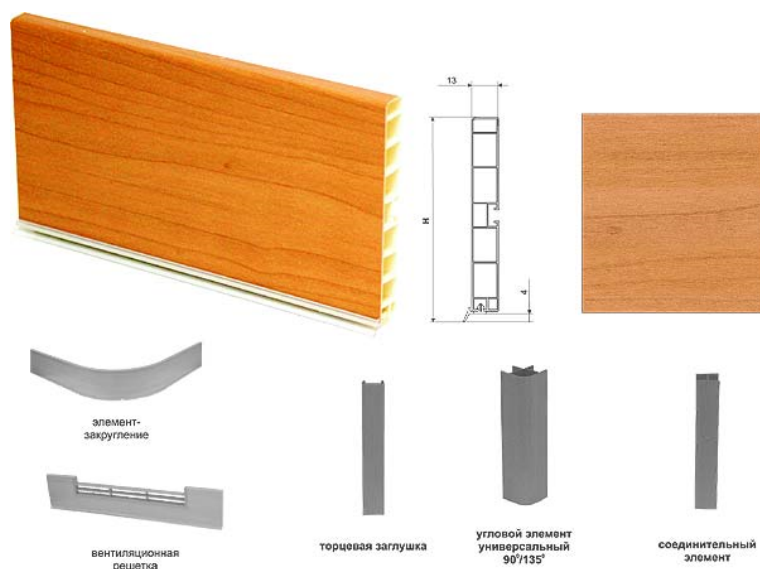
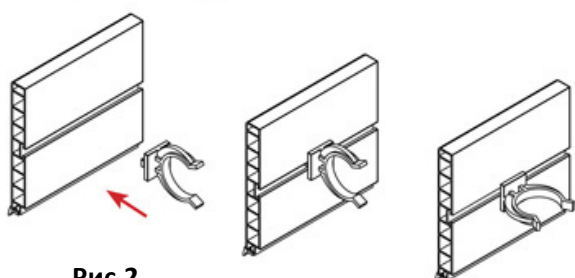

Рис.1
Рис.2
Кухонные цоколи – это целые конструкции, которые состоят из обязательных элементов и дополнительных. К обязательным элементам относится цокольная планка (рис. 1) на пластиковой основе, покрытая декоративной бумагой с силиконовым уплотнителем и клипсы (рис.2) для крепления цоколя к опорам.
5. Вставить в пазы с обратной стороны цоколя клипсы, которые защелкиваются на цокольных опорах (Рис.1 и Рис. 2).